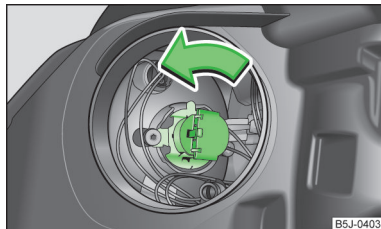

Fig. 156
- Girar el conector con la bombilla hasta el tope **en el sentido contrario al de las agujas del reloj** y retirarlo » fig. 156.